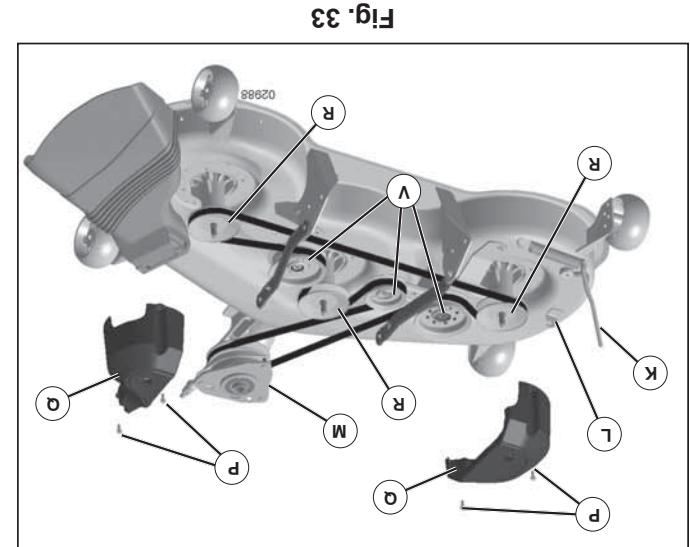

Fig. 33
- Retirez la tondueuse (Voir la Fig. 33).
- Dégagiez la tige de tension de la courroie (K) de la manette de verrouillage (L).